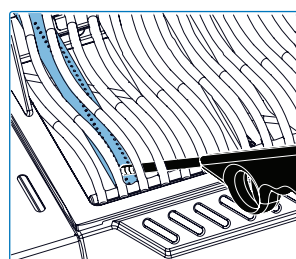
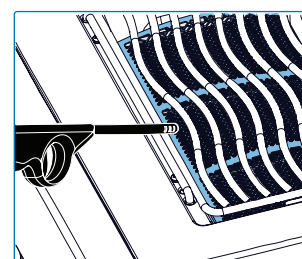

Abb. 11
Abb. 12
1. Brenner-/Grilldeckel öffnen. (**Abb. 11, Abb. 12**)